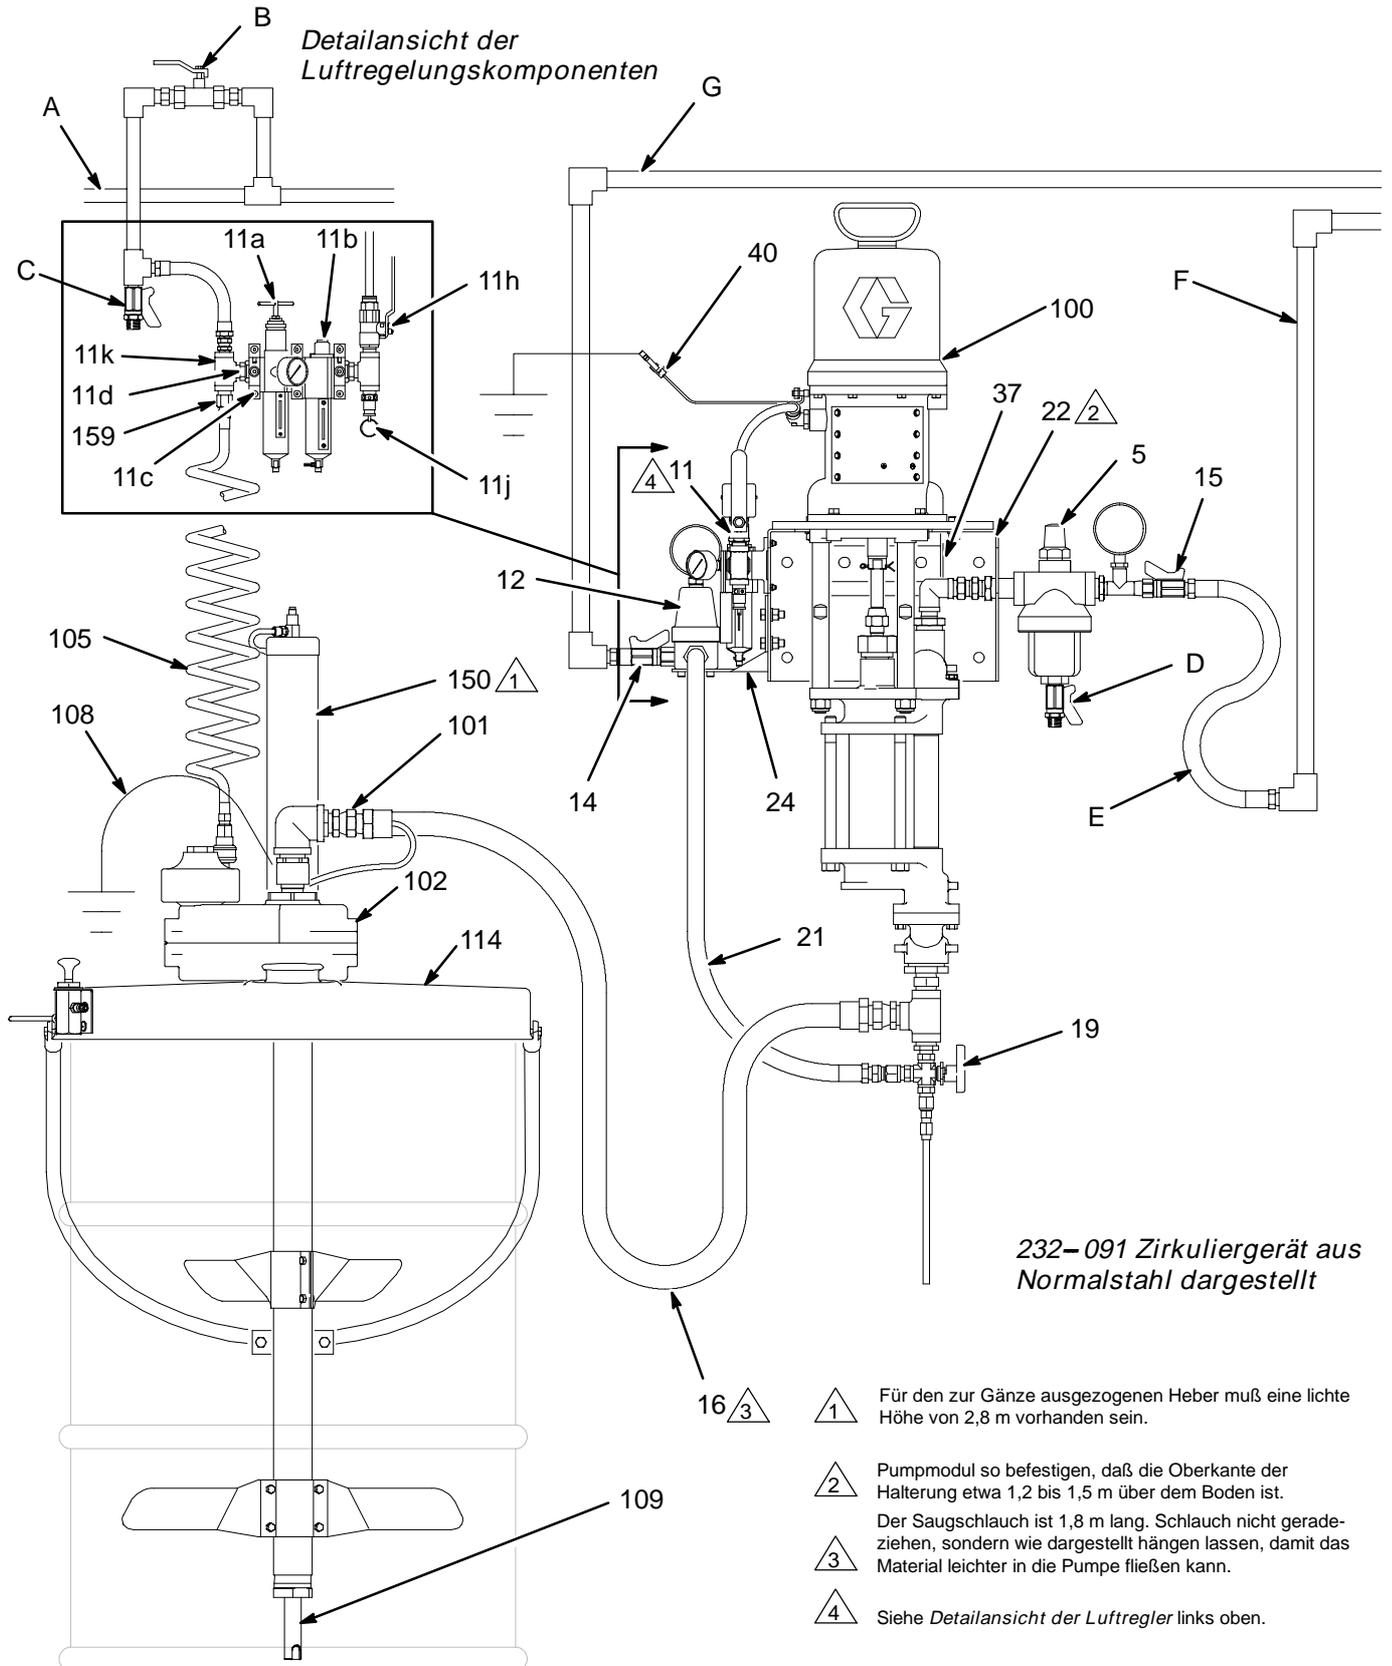

Abb. 1
Siehe Abb. 1 auf Seite 9. Druckluftzufuhrleitung (A) vom Kompressor zur Pumpe verlegen. Sicherstellen, daß alle Luftschläuche den Anforderungen des Systems in bezug auf Größe und zulässigen Betriebsüberdruck entsprechen. Nur elektrisch leitfähige Schläuche verwenden. Der Luftschlauch sollte ein 3/8" NPT(A)-Gewinde haben.
Siehe Abb. 1 auf Seite 9.
- Das Material wird durch den **Saugschlauch (16) und das Rohr (50 oder 109) zur Pumpe zugeführt**. *Bei den Zirkuliergeräten 232-089 und 232-091 ist das Saugrohr (109) in der Welle des Rührwerks (102) eingebaut. Siehe Abb. 1.*
**HINWEIS:** Siehe Abb. 1 auf Seite 9 und die maßstäbliche Zeichnung auf Seite 24 sowie die Montagebohrungen auf Seite 25.
2. Die Montageplatte (37) so an der Wand befestigen, daß die Kante mit dem Haken nach oben gerichtet ist. Die obere Kante der Platte muß etwa 1,2 bis 1,5 m über dem Boden sein. Die Platte eben ausrichten. Platte als Vorlage anlegen und zwei Bohrlöcher an der Wand markieren. Die zwei Löcher bohren und die Platte mit 1/2" Bolzen und Beilagscheiben befestigen.
3. Zu zweit das Pumpmodul an der Befestigungsplatte (37) der Halterung einhängen. Eine Person hält das Modul, während die andere Person prüft, ob die Pumpenhalterung (22) eben ist. Pumpenhalterung als Vorlage an der Wand anlegen und vier Bohrlöcher an der Wand markieren. Pumpmodul abnehmen.
1. Für den zur Gänze ausgezogenen Heber (150) muß eine lichte Höhe von mindestens 2,8 m vorhanden sein.
2. Vor dem Umbau eines Pumpmoduls in ein Zirkuliergerät den Druck entlasten. Saugrohr (50) vom Pumpmodul abnehmen. Siehe Teilezeichnung auf Seite 20. Dieses Rohr wird bei einem Zirkuliergerät nicht benötigt.
3. Den Heber (150) so positionieren, daß der Saugschlauch (16) des Pumpmoduls das Drehgelenk (101) am oberen Ende des Rührwerks (102) erreicht. Der Saugschlauch ist 1,8 m lang. Schlauch nicht geradeziehen, sondern wie in Abb. 1 dargestellt hängen lassen, damit das Material leichter in die Pumpe fließen kann.
5. Den Saugschlauch (16) am Drehgelenkauslaß (101) des Rührwerks (102) anschließen. Den Erdungsdraht des Saugschlauchs wie auf Seite 11 gezeigt an der Erdungsöse des Rührwerks anschließen.
6. Die Schraube lösen und die Schnellkupplung (11c) am Luftfilter/-regler/-öler-Satz (11) öffnen. Siehe Abschnitt **Verwendung der Schnellkupplungen**, rechts.
8. Den gewendelten Schlauch (105) durch das große Loch an der Rückseite der Halterung (24) des Gegendruckreglers führen.
9. Den Adapter (159) am Ende des gewendelten Schlauches (105) in das T-Stück (11k) schrauben.
1. Alle Material-Startventile (14, 15) öffnen. Siehe Abb. 1 auf Seite 9 und Abb. 5.
2. Den Gegendruckregler (12) öffnen. Das 3-Weg-Umlaufventil (19) in die Zirkulierposition stellen.
6. Den Materialdruck auf den niedrigsten Wert einstellen, der zur Erzielung der gewünschten Ergebnisse benötigt wird. Höhere Drücke führen nicht unbedingt zu einer Verbesserung des Spritzbildes, verursachen aber einen vorzeitigen Verschleiß der Komponenten. Mit dem Pumpenluftregler (11a) und dem Gegendruckregler (12) die Pumpengeschwindigkeit und den Materialdruck einstellen, bis der Sprühstrahl vollständig zerstäubt wird. In der mitgelieferten Betriebsanleitung für das Gegendruckventil wird das Einstellverfahren beschrieben.
8. Nachdem das gewünschte Spritzbild eingestellt ist, den Pistolenabzug loslassen. Die Pumpe zirkuliert, solange Luft zugeführt wird und der Gegendruckregler (12) geöffnet ist.